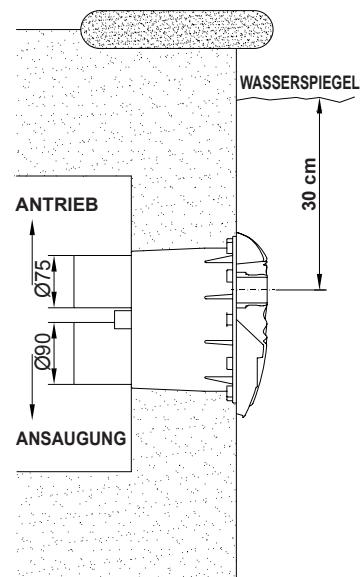

Fig. 1
2.1 Wenn wir das Gehäuse installieren, müssen wir darauf achten, daß die Ausrüstung in der Position befestigt wird, die wir nachstehend beschreiben: Die Anschlüsse für den Antrieb Ø75mm. und für die Ansaugung Ø90mm. werden senkrecht installiert, so daß der Antrieb (Ø 75mm) im oberen Teil und der Anschluß für die Ansaugung (Ø 90mm) im unteren Teil liegen (siehe Fig. 1).
Auch müssen wir darauf achten, daß der Abstand von der Wasseroberfläche bis zur Mitte der Antriebsdüse ca 30 cm. sein muß (siehe Fig.1).